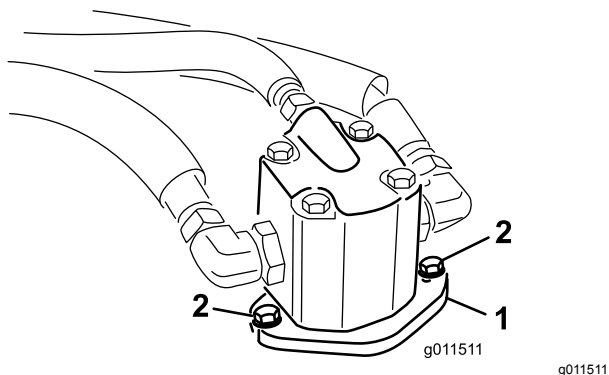

Bild 100
4. Entfernen Sie die Schrauben, mit denen der Hydraulikmotor am Mähwerk befestigt ist (Bild 100).